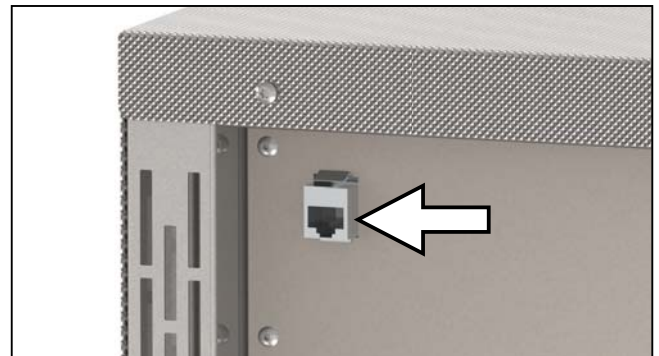
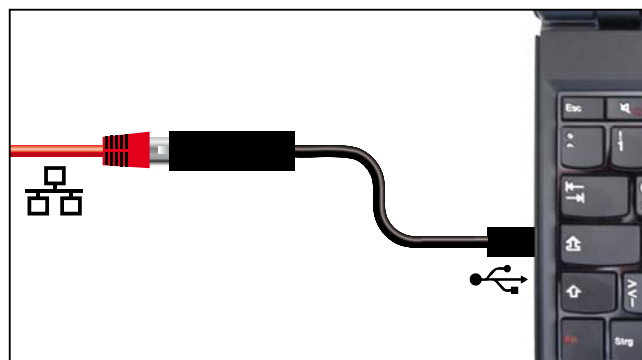

Fig. 4 Ethernet-grænseflade
Fig. 7 Ethernet-USB-konverteringsenhed
Ethernet-grænsefladen er beregnet til enheder, der opfylder kravene iht. IEC 60950-1. Via en Ethernet-grænseflade kan enheden sluttes til et netværk, og protokoller kan udlæses med softwaren AtmoCONTROL (ekstraudstyr). Ethernet-grænsefladen er placeret bag på enheden (Fig. 4).
- ▶ USB-Ethernet-konverteringsenhed (Fig. 7). Hermed er det muligt at forbinde enhedens Ethernet-tilslutning (se side Fig. 4) med USB-tilslutningen på en PC/bærbar computer.